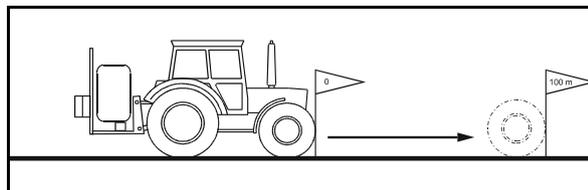

Fig. 44
- 2 Merk målestrekningens begynnelse og slutt (Fig. 44).